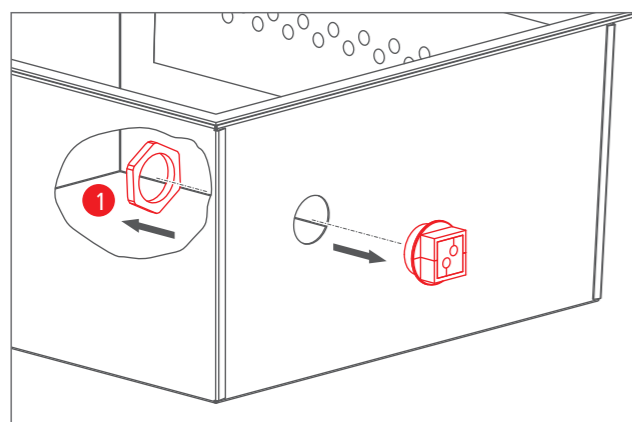

Fig. 3 Démontage du passe-câble
2. Dévissez maintenant l'écrou-raccord (1) du passe-câble à l'intérieur de la BOÎTE RETRON. (Point 5.1, Fig. 3)
3. Tirez le passe-câble vers l'extérieur. (voir Fig. 3)
10. Faites glisser le passe-câble à partir de l'extérieur dans le trou à l'intérieur de la BOÎTE RETRON. (voir Fig. 3)
12. Revissez l'écrou-raccord (1) du passe-câble à l'intérieur de la BOÎTE RETRON (voir Fig. 3)